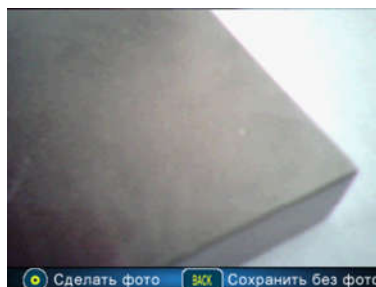

Рисунок 2.12 – Режим «ФОТО»
13. Если в настройках включен режим «ФОТО» (подробное описание режима «ФОТО» п. 2.3.12), то далее на дисплее будет предложено «СДЕЛАТЬ ФОТО» или «СОХРАНИТЬ БЕЗ ФОТО» (рис. 2.12).